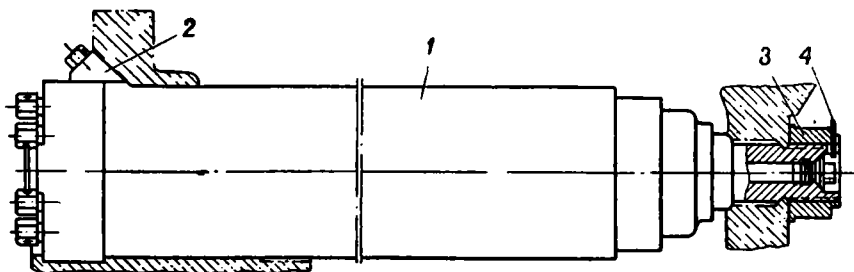

Рис. 50. Тормоз отката:
4. Расшплинтовать и отвернуть гайку 3 (рис. 50) штока тормоза отката.
2. Вложить в правое гнездо обоймы тормоз отката так, чтобы боек 2 (рис. 50) вошла в соответствующую выемку в обойме.
5. Завернуть и зашплинтовать гайку 3 (рис. 50) штока тормоза отката.